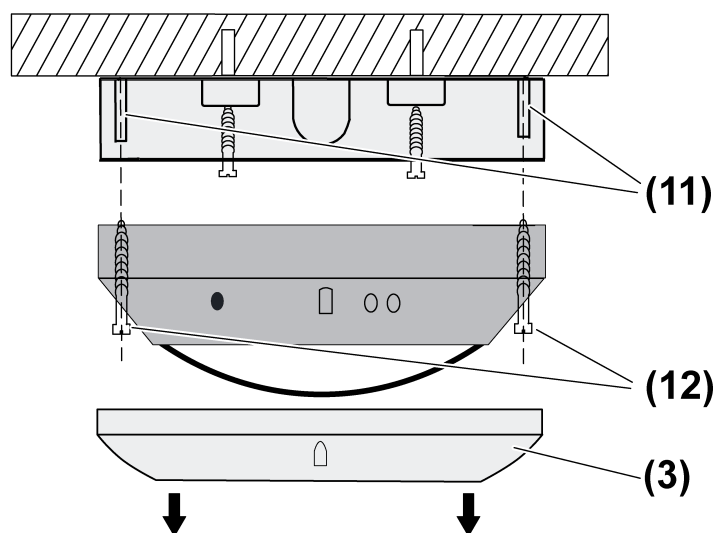

Figura 4: Montaje
(3) Anillo embellecedor
(11) Clavijas de fijación
(12) Tornillos
- Retirar anillo embellecedor (3) (figura 4).
- Quitar tornillos (12).
- Atornillar el detector de presencia con tornillos (12) y clavijas de fijación (11) en la caja de conexiones (4) (figura 4).